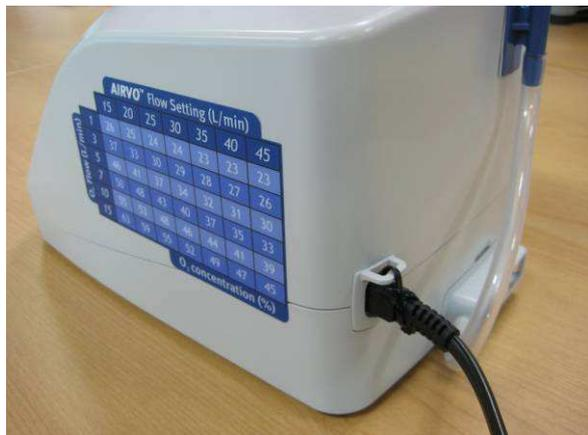
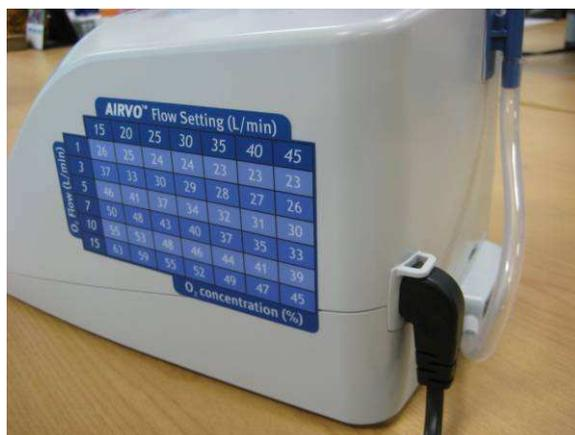

Figure 2. Unité d'AIRVO avec un ancien cordon d'alimentation.
Figure 3. Unité d'AIRVO avec un nouveau cordon d'alimentation.
**Etape 6:** Repérer le collier de fixation qui est attaché au connecteur du cordon d'alimentation à l'arrière de votre unité AIRVO (voir Figure 2). Couper le collier à l'aide de ciseaux ou d'un cutter. Si le collier de fixation n'est pas présent, veuillez vous reporter à l'étape 7.
**Etape 7:** Débrancher le cordon d'alimentation de l'arrière de votre dispositif AIRVO et remplacer l'ancien cordon d'alimentation (Voir Figure 2) par le nouveau qui vous a été fourni (Voir Figure 3). Merci de bien vouloir jeter et détruire l'ancien cordon d'alimentation.